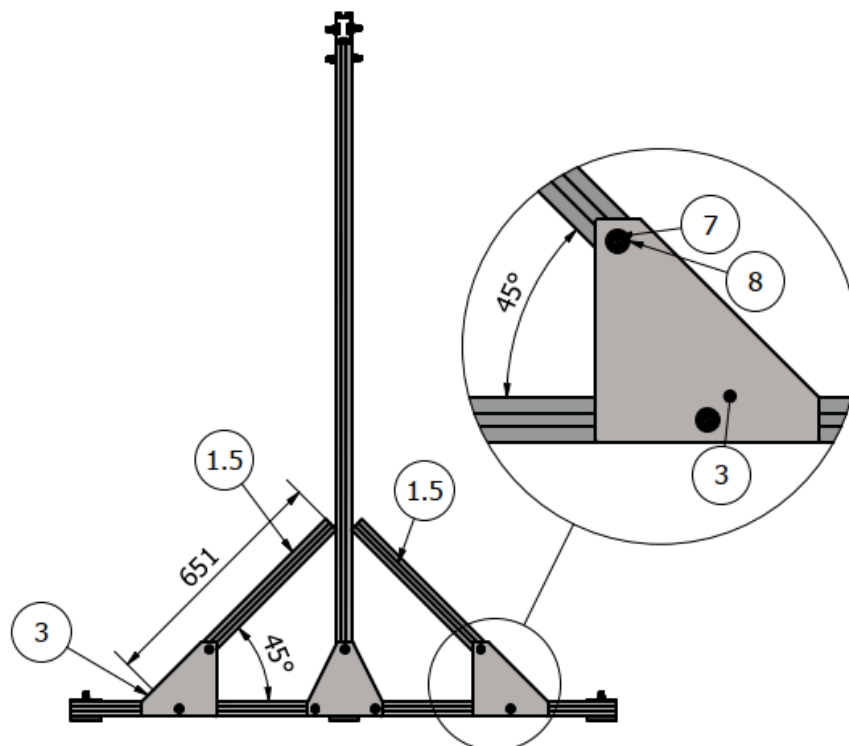

ABB. 6 Zusammenbau der Streben mit dem Sockel
6. Verschrauben Sie die Streben **1,5** mit den Platten **3** am Sockel wie in Abb. 6 gezeigt. Halten Sie den Strebenwinkel von 45 Grad ein.